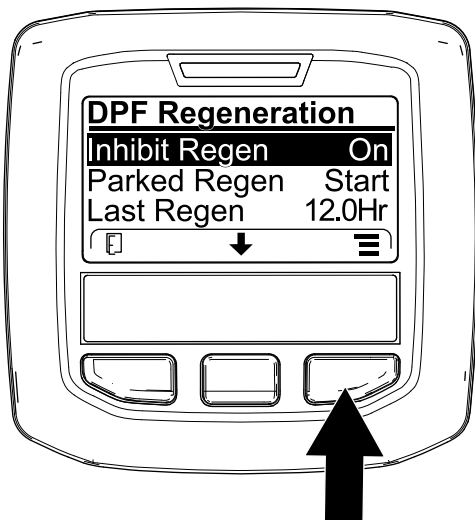
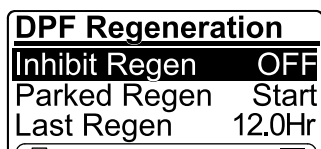

Figura 48
Figura 49
1. Accedete al menu DPF Regeneration, premete il pulsante centrale per scorrere il menu verso il basso fino all'opzione INHIBIT REGEN, quindi premete il pulsante destro per selezionare la voce Inhibit Regen (Figura 48).
2. Premete il pulsante destro per modificare l'impostazione dell'inibizione della rigenerazione da accensione a spegnimento (Figura 48) o da spegnimento ad accensione (Figura 49).